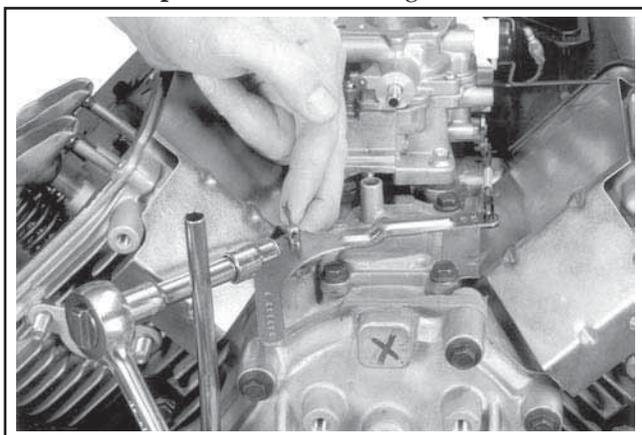

Figure 11-82. Joint d'étanchéité et serrage du bras du régulateur.
4. Introduire un clou dans le trou du petit arbre transversal et tourner le petit arbre **dans le sens inverse des aiguilles d'une montre** tant que possible, serrer ensuite l'écrou hexagonal à $6,8 \text{ N}\cdot\text{m}$ (60 pouces lb). Voir la Figure 11-82.